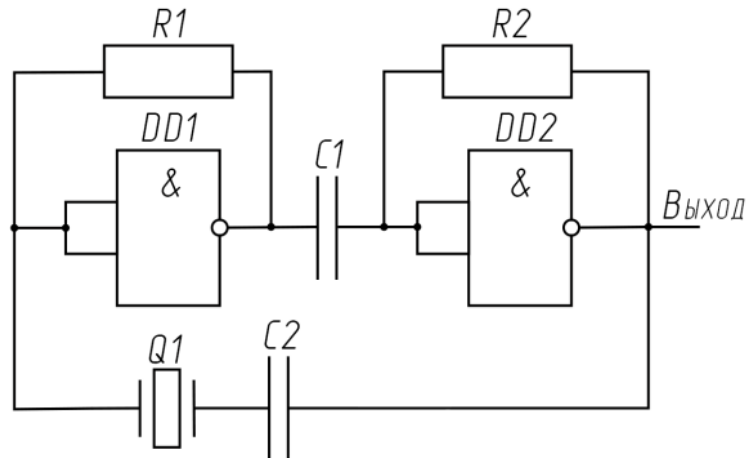

Рис. 5.2 – Схема цепи кварцевого тактового генератора на логических элементах 2И-НЕ
- 5) Изучить и построить генератор по схеме (рисунок 5.2).